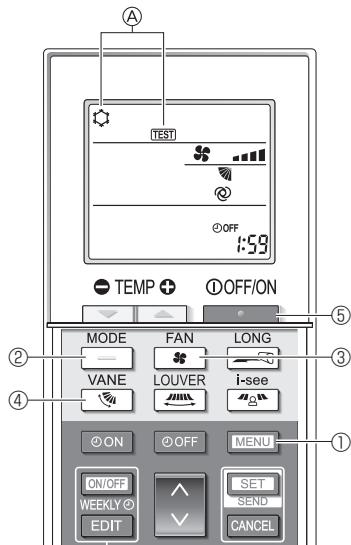

Fig. 8-5
- Appuyez sur la touche **[MENU]** ① pendant 5 secondes. (Fig. 8-5)
- Appuyez sur la touche **[MENU]** ①.
La mention ④ [TEST] et le mode de fonctionnement en cours sont affichés. (Fig. 8-5)
- Appuyez sur la touche **[—]** ② pour activer le mode refroidissement, puis vérifiez que de l'air froid est soufflé par l'appareil.
- Appuyez sur la touche **[—]** ② pour activer le mode chauffage, puis vérifiez que de l'air chaud est soufflé par l'appareil.
- Appuyez sur la touche **[■]** ③ et vérifiez que la vitesse du ventilateur change.
- Appuyez sur la touche **[Wi-Fi]** ④ et vérifiez que l'ailette automatique fonctionne correctement.
- Appuyez sur la touche **[■]** ⑤ pour terminer l'essai de fonctionnement.